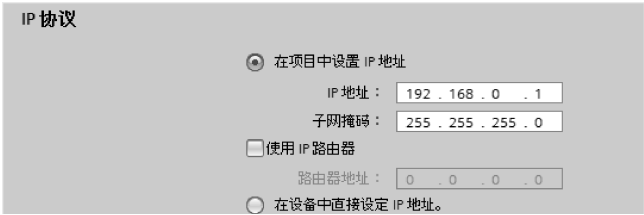

图 7-32 在 STEP 7 中更改 PROFINET 设备的 IP 地址
- 4) 在相应域中输入新的 IP 地址，如图 7-32 所示。